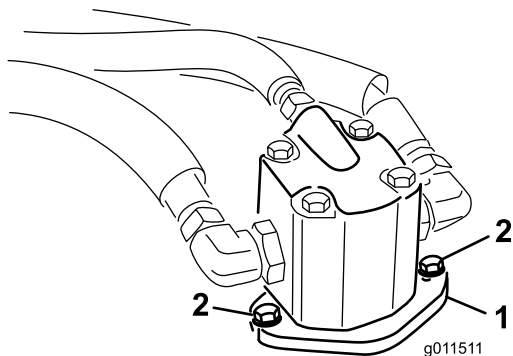

Figure 73
- Enlevez les boulons qui fixent le moteur hydraulique au plateau de coupe (Figure 73).